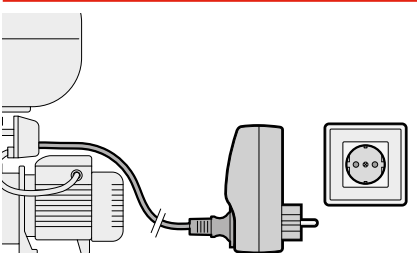

Fig. 2
- ✘ Desconecte el enchufe del cable de alimentación de la electrobomba de la toma de corriente, dejando el punto de alimentación abierto, y vacíe completamente la instalación (**Fig. 2**).
- ✘ Inserte el enchufe del cable de alimentación de la electrobomba en el dispositivo EP (**Fig. 2**).